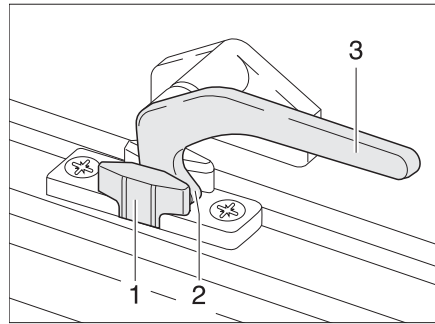
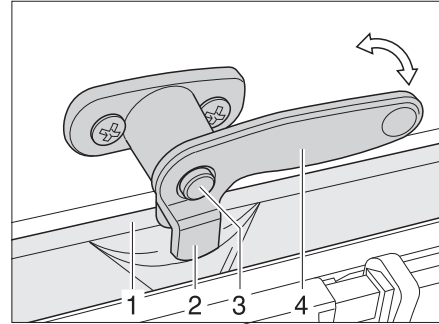

Fig. 67 Levier de verrouillage en position "Aération permanente"
Fig. 68 Levier de verrouillage avec bouton de sécurité en position "Aération permanente"
- En position "Aération permanente" (Fig. 67)
- Si présent, enfoncer le bouton de sécurité (Fig. 68,3) et le maintenir enfoncé.
- Tourner le levier de verrouillage (Fig. 67,3 ou Fig. 68,4) d'un quart de tour vers le centre de la fenêtre.
- Remettre le levier de verrouillage en position initiale. Le tenon de verrouillage (Fig. 67,2 ou Fig. 68,2) doit pénétrer alors dans le logement prévu à cet effet dans le verrouillage de fenêtre (Fig. 67,1 ou Fig. 68,1).